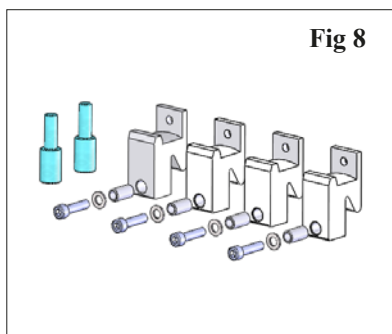

Fig 8
**Nylon beskyttelseskæber – 4 stk. (Fig. 8)**